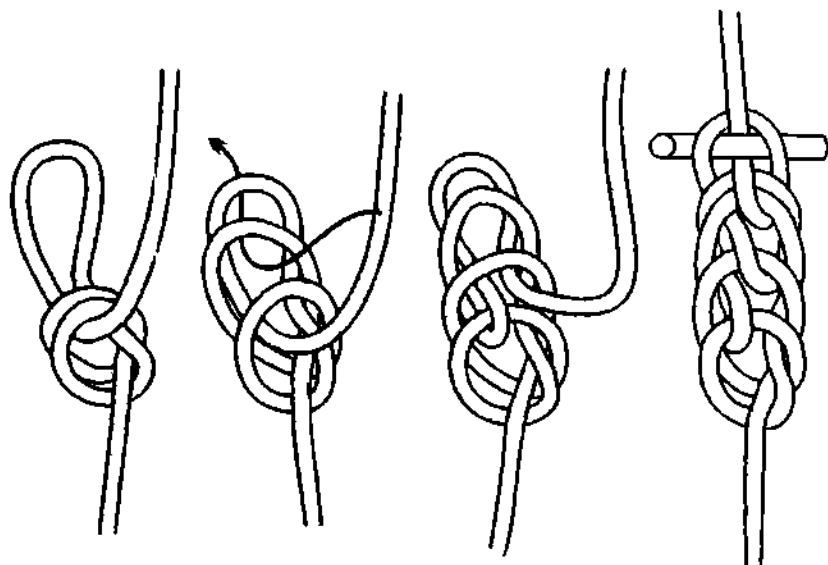

Рис. 151. *Двойная мартышкина цепочка.*
*Двойная и тройная мартышкины цепочки* ещё в большей степени укорачивают трос (рис. 151, 152), но время их вязки увеличивается соответственно вдвое и втрое. Вязка цепочек начинается из быстроразвязывающегося *двойного* и *тройного простого узла*. У *двойной мартышкиной цепочки* ходовой конец пропускается в двойную петлю, а у *тройной мартышкиной цепочки* в тройную петлю. Связанные цепочки напоминают своей формой плоскую тесьму.